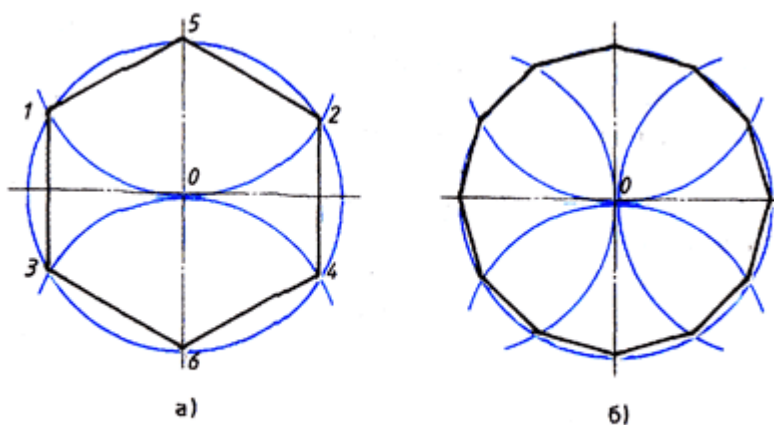

Рис. 67. Деление окружности на шесть и двенадцать равных частей
Чтобы разделить окружность на шесть равных частей, от любой ее точки отложим отрезки, равные радиусу окружности (R). Полученные дуги делят окружность на шесть равных частей. Приняв точки 1, 2, 3, 4, 5, 6 за вершины шестиугольника, соединим их отрезками прямых, как показано на рис. 67, а. Таким образом построим правильный шестиугольник.
Деление окружности на двенадцать равных частей основано на откладывании от любой ее точки отрезков, равных половине радиуса окружности ($R/2$). Полученные дуги разделят окружность на двенадцать равных частей. Приняв каждую засечку за вершину двенадцатиугольника и последовательно соединив их, получим правильный двенадцатиугольник и определение величины радиуса (рис. 67, б).